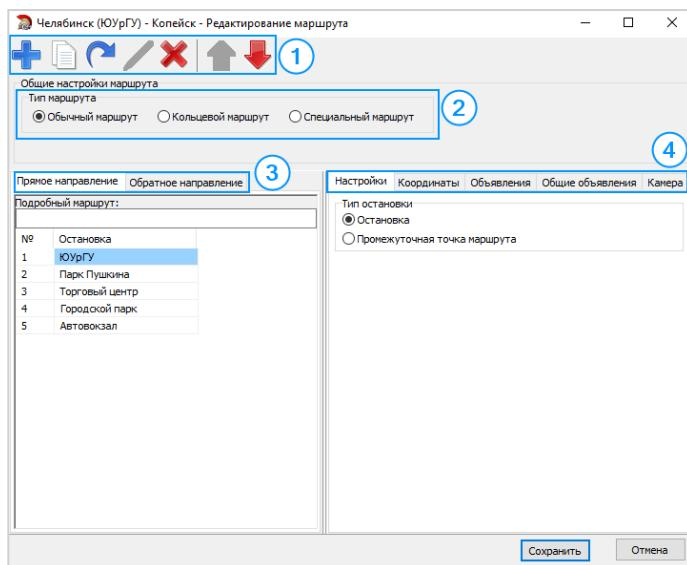

Рис.87. Редактор маршрута.
4. Для редактирования точек маршрута следует выделить нужный маршрут в списке и выбрать команду **Главное меню/Редактировать** или нажать кнопку «Редактировать выделенный маршрут» на панели инструментов в «AGRouteEditor». Откроется меню «Редактирование маршрута» (Рис.87).
5. В меню «Редактирование маршрута» добавить новую остановку можно, нажав кнопку «Добавить остановку» на панели инструментов (Рис.87, п.1). Остановка может быть создана из копии существующей. Для этого следует выделить нужную остановку и нажать кнопку «Копировать остановку». Все настройки выбранной остановки будут скопированы в новую. Данная функция удобна, когда необходимо добавить в список несколько остановок с аналогичными свойствами. Для удаления остановки следует выделить остановку и нажать кнопку «Удалить остановку» на панели инструментов. Кнопки «Вверх» и «Вниз» позволяют изменить порядок прохождения остановок.
6. Тип маршрута: обычный или кольцевой (Рис.87, п.2). Отличие обычного маршрута от кольцевого в том, что для кольцевого маршрута последняя остановка не дублируется.
7. Направление маршрута: прямое направление или обратное направление (Рис.87, п.3). В маршрут достаточно добавить остановки одного направления, обратный маршрут может быть создан из уже созданного при помощи кнопок «Копировать прямое направление в обратное» и «Копировать обратное направление в прямое». При создании обратного маршрута порядок остановок меняется на обратный. Также оба направления могут быть созданы вручную.
8. После добавления остановки следует настроить ее свойства. Настройки остановок расположены на отдельных вкладках (Рис.87, п.4).